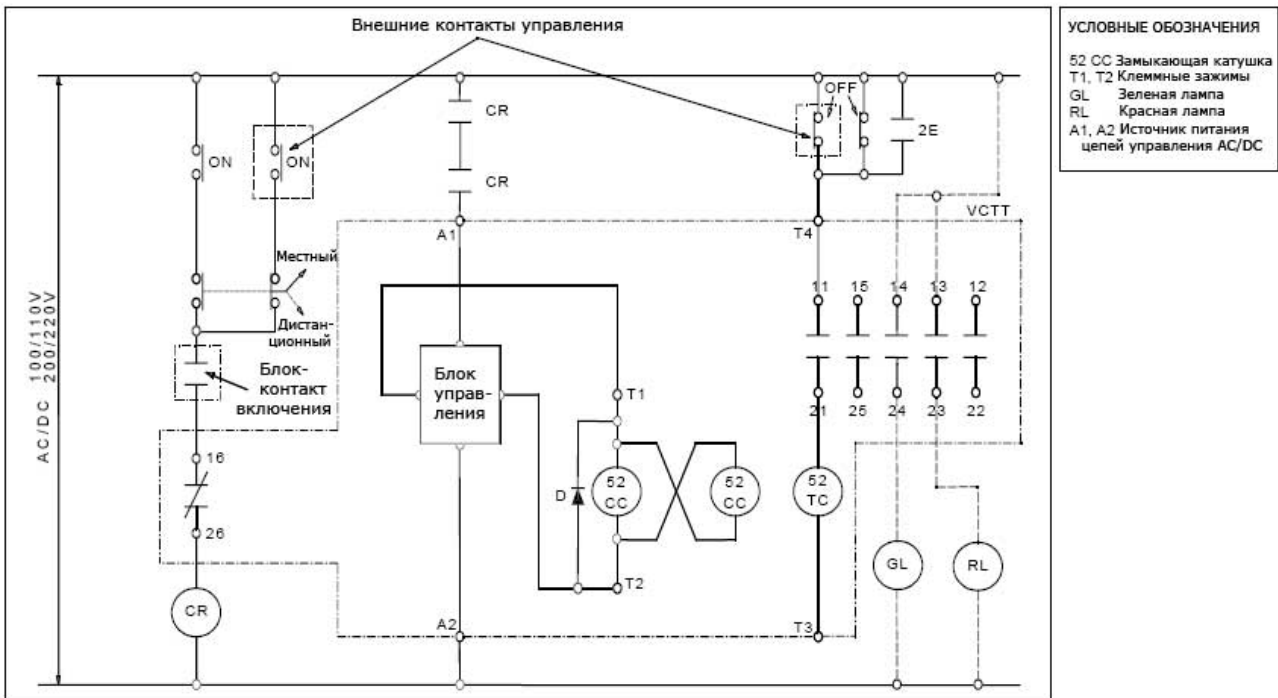

Рис. 9 – Стандартная схема управления для исполнения с защелкой с использованием отключающего электромагнита
3. Вспомогательный контакт на зажимах 11 и 21 следует использовать для схемы отключения, а зажимы 16 и 26 - для схемы реле управления (рис. 9).